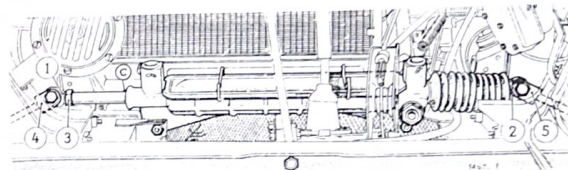

Fig. 5.10. Ajuste de la divergencia de la dirección.
Este punto medio corresponde, en los vehículos fabricados a partir de 1968, a una distancia de 71'5 mm, medida (Fig. 5.10) desde el extremo de la caja (C) a la contratuercas de la contera (3) de la cremallera.
Mediante cualquier aparato adecuado para efectuar la alineación de direcciones, (preferentemente óptico por ser más precisos). Determinar la diferencia de divergencia. Para efectuar las correcciones necesarias, se sacan los pasadores de las bieletas (4 y 5 Fig. 5.10) se retiran éstas, se aflojan las contratuercas (3) y enroscando o desenroscando las conteras (1), según sea por exceso o defecto de divergencia, poner ésta dentro de los límites de 0 a 4 mm, establecido, pasando a efectuar la corrección como en el caso siguiente.